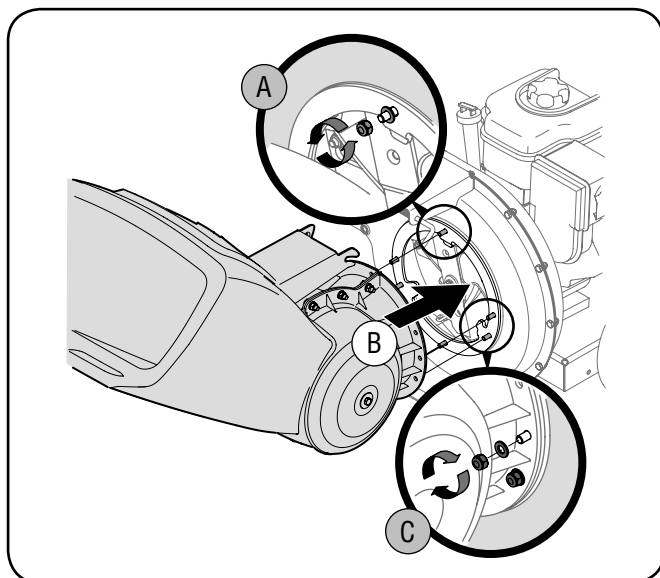

Рис. 3-1
1. Отверните 6 шестигранных гаек и шайбы с приваренных шпилек на кожухе крыльчатки. Не снимайте опорную пластину. См. рис. 3-1А.
2. Расположите узел воронки напротив корпуса крыльчатки и выровняйте отверстия в манжете со шпильками. См. рис. 3-1В.
3. Наденьте узел воронки на шпильки и установите шайбы и шестигранные гайки. См. рис. 3-1С. Не затягивайте с окончательным усилием.